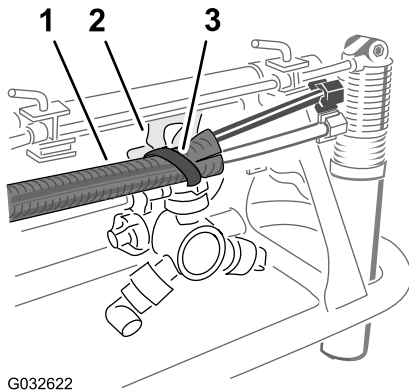

Bild 30
5. Befestigen Sie die Schläuche mit einem Kabelbinder im Loch in der Düsenstütze, wie in Bild 30 abgebildet.